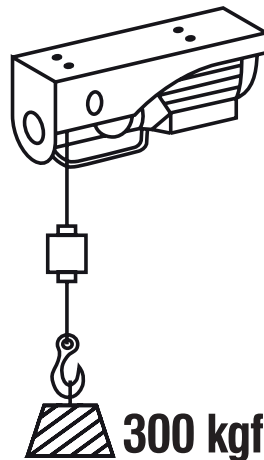

Fig. 15 – Grúa con la configuración simple
- c. Con la configuración simple, sin el gancho con la polea de inversión, la capacidad de carga máxima é de 300 kgf (Fig. 15), con elevación máxima de 12 metros de altura.